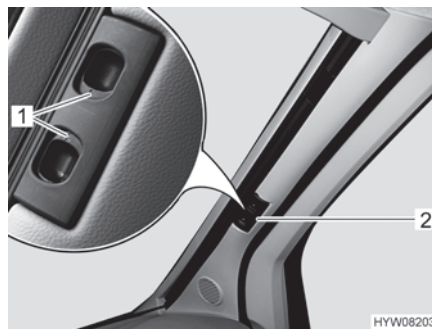

Fig. 23 Estor plegable para la luna delantera
- Empujar ambas mitades del estor plegable para la luna delantera en el tirador (Fig. 23,2) hacia afuera, hasta el tope. Al hacerlo, mover el tirador en posición horizontal en dirección a la escotadura de bloqueo.
- Dejar que engatillen los tiradores de desbloqueo (Fig. 23,1).